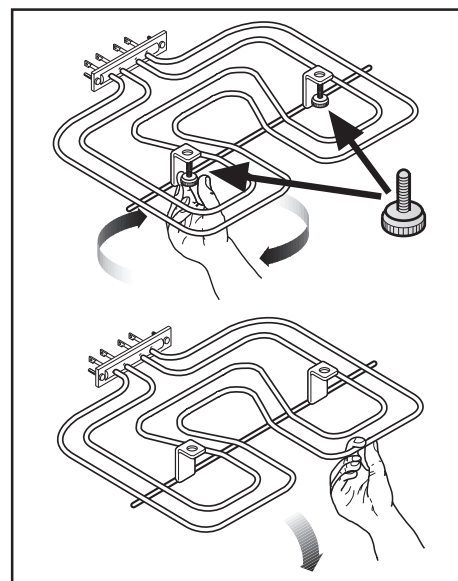

Рис. 36
1. Открутите винты крепления гриля (см. Рис. 36). При первом выполнении этой операции мы рекомендуем пользоваться отверткой.